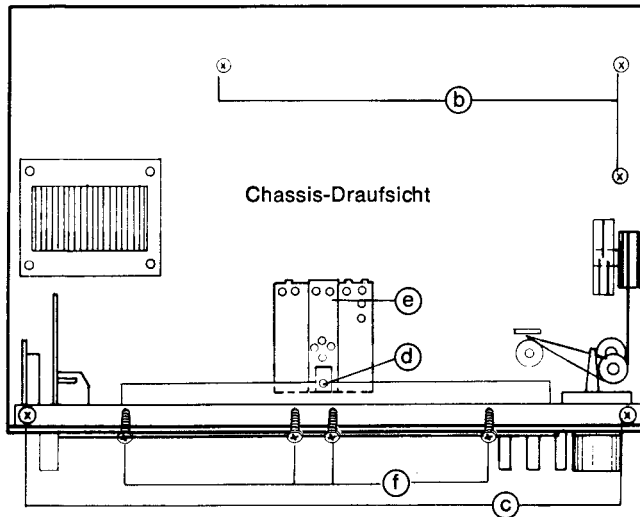

Abb. 3
1. Schraube (d) herausdrehen (Abb. 3).
1. 4 Schrauben (f) unterhalb der Skala herausdrehen (Abb. 3).